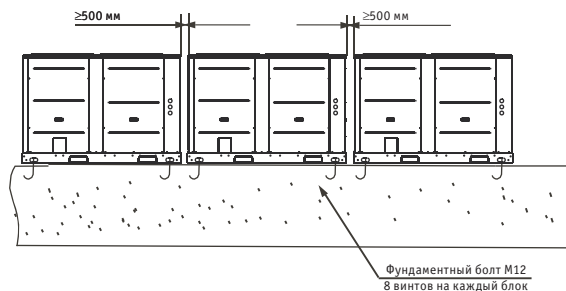

Рис. 2-4
- Как показано на рис. 2-4, между наружными блоками должно быть расстояние 500 мм.